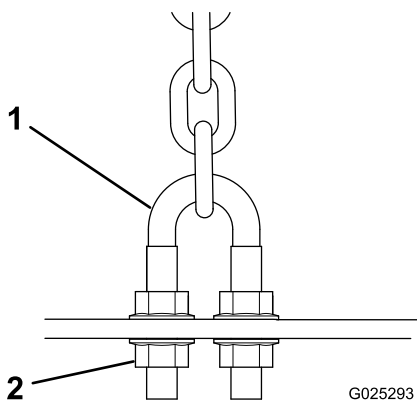
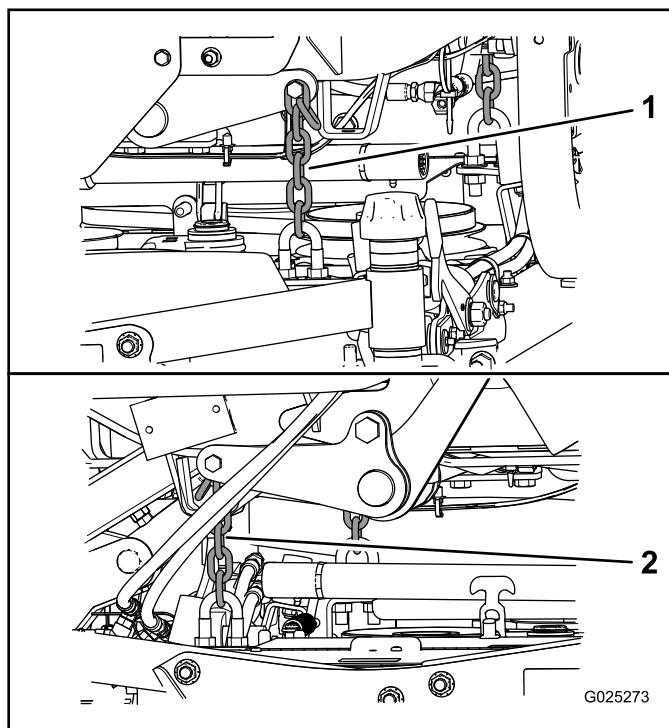

Рисунок 11
Рисунок 12
7. Отрегулируйте контргайки П-образного болта (Рисунок 11) крепления задних цепей деки (Рисунок 12) к деке газонокосилки, чтобы поднять заднюю часть деки так, чтобы шаг ножа был равен 8–11 мм.
дека газонокосилки была расположена горизонтально (Рисунок 12).